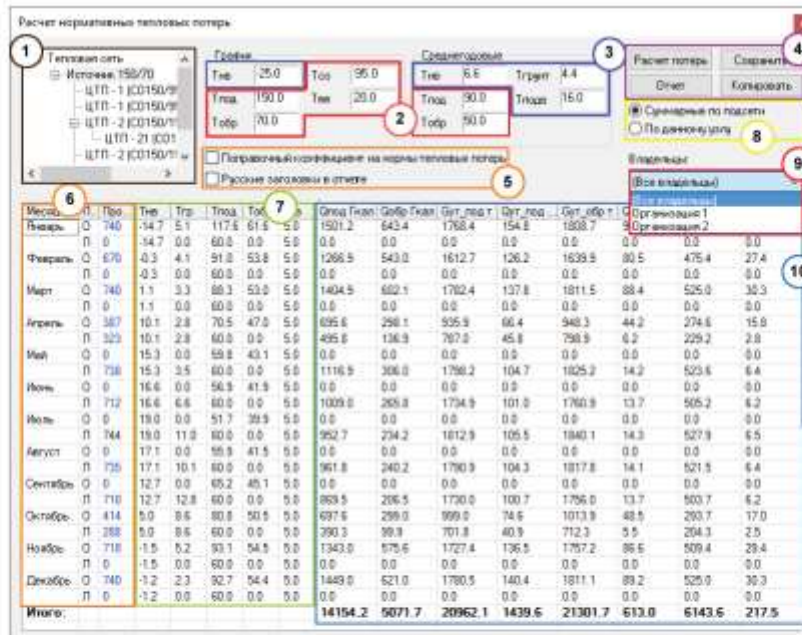

Рисунок 14.1. Панель расчета нормативных тепловых потерь
6. Открылся диалог расчета тепловых потерь Рисунок 14.1. «Панель расчета нормативных тепловых потерь».
7. В левом верхнем углу диалога располагается древовидный список(1) источников тепловой сети и ЦТП, отдельно по контуру СО+СВ и контуру ГВС (при наличии 4-х трубной сети). При выборе конкретного элемента, он становится текущим, в полях диалога (2), (3), (6), (7), (10), отображаются данные по этому источнику или ЦТП.
8. Введите исходные данные (2), (3), (6), (7). Подробнее об исходных данных смотрите в соответствующем разделе (Раздел 14.3. «Исходные данные»).
10. Задайте параметры расчета (5).
11. Нажмите кнопку Расчет потерь(4). Результаты расчета отобразятся в полях таблицы (10) диалога расчета нормативных тепловых потерь Рисунок 14.1. «Панель расчета нормативных тепловых потерь». Полученные результаты можно экспортировать в Excel (4) (Раздел 14.5. «Экспорт в EXCEL»).